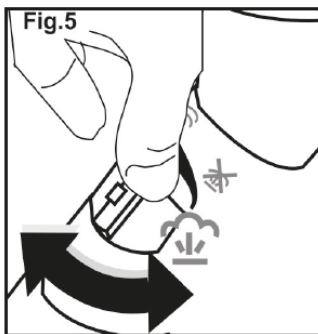

Fig.6
- Accionar el botón de autolimpieza, y mantenerlo pulsado (Fig. 6).